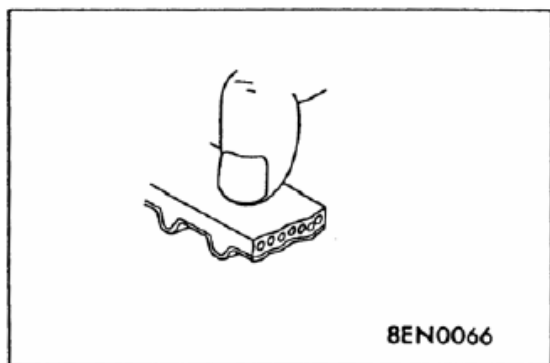
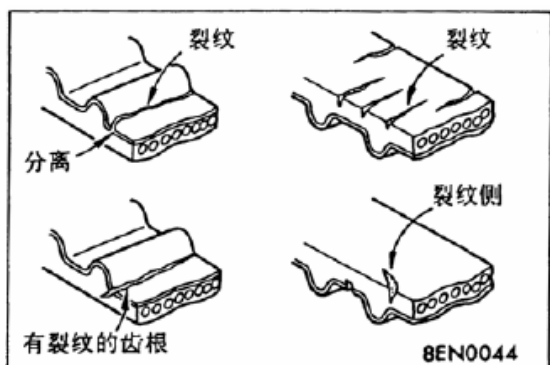

图 4-1
图 4-2
- (1) 反面橡胶硬化反面橡胶光滑无弹性，且硬化到用指甲划而没有痕迹的程度(见图 4-1)。
- (2) 反面橡胶的表面出现裂纹。
- (3) 帆布撕裂或帆布与橡胶分离。
- (4) 齿根出现裂纹。
- (5) 皮带侧面出现裂纹(见图 4-2)